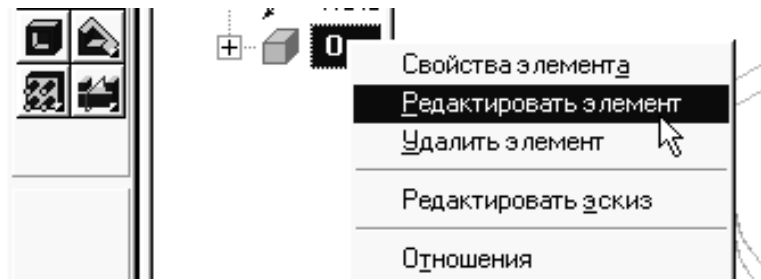

Рис. 5.16.
12. Змініть конструкцію деталі. Виконайте деталь, що має товщину стінки, що дорівнює 2 мм. Для цього відредагуйте елемент (операція). Клацанням лівої кнопки миші в *Дереві побудови* активізуйте операцію *Витискування*, натисніть праву кнопку миші і виберіть з меню *Редагувати елемент*, рис. 5.16.